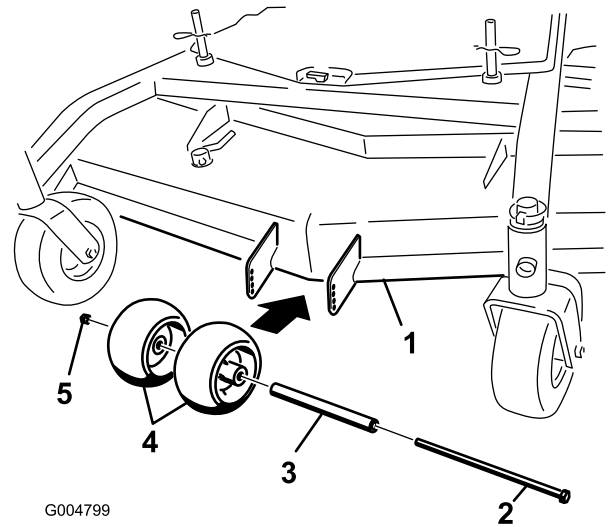
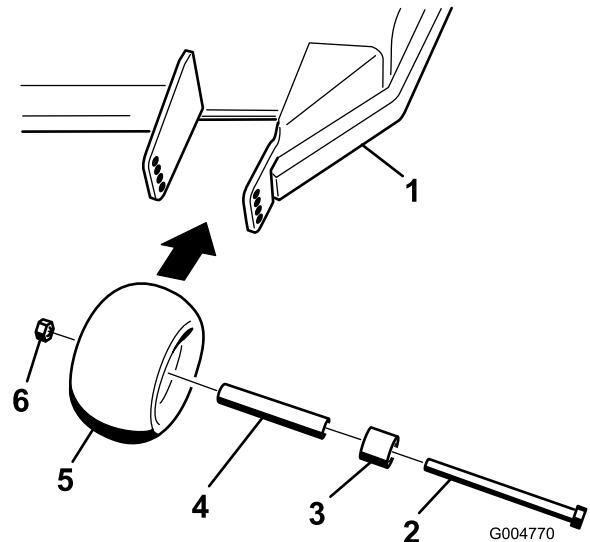
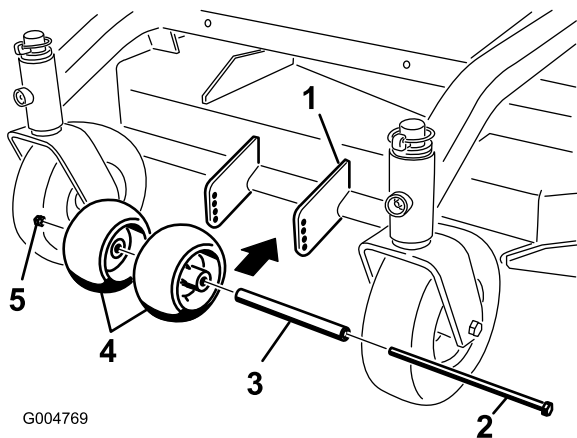

Figure 11
Figure 12
Figure 13
- Après avoir réglé la hauteur de coupe, vérifiez que les galets anti-scalp procurent une garde au sol minimale de 10 mm (3/8") (Figure 11, Figure 12, Figure 13).
- Si un réglage est nécessaire, retirez le boulon, les rondelles et l'écrou (Figure 11, Figure 12, Figure 13).
- Choisissez le trou requis pour que les galets anti-scalp soient à 10 mm (3/8") ou plus du sol (Figure 11, Figure 12, Figure 13).
- Remettez le boulon et l'écrou (Figure 11, Figure 12, Figure 13).